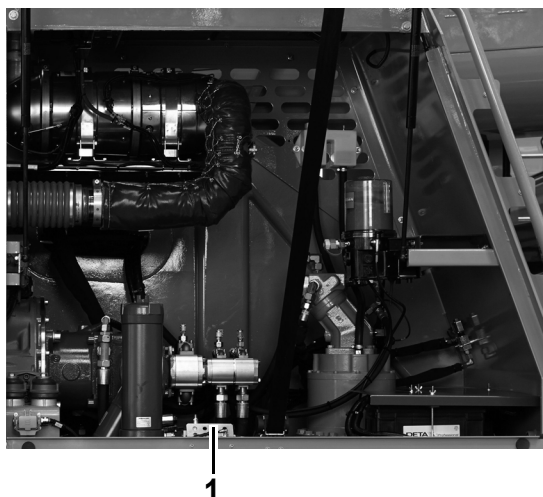

Fig. 243 Posição do bico de lubrificação da coroa de orientação
| 3 | Lubrifique os bicos de lubrificação (1) na Fig. 243 até que a graxa saia nos lábios de vedação. |